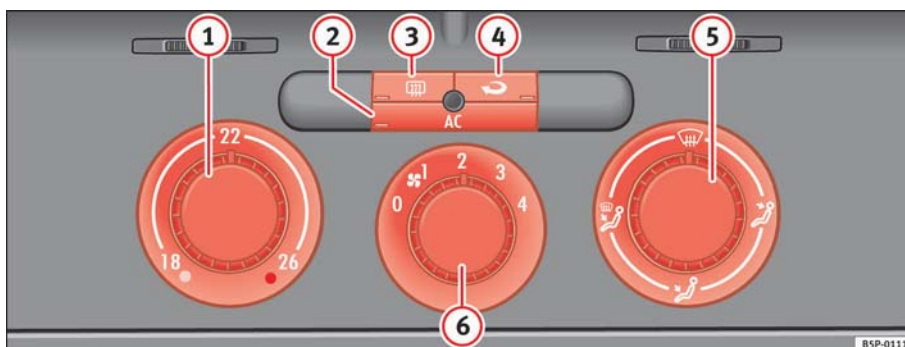

Fig. 114 Mandos del Climatic en el tablero de instrumentos
⇒ fig. 114 ① hacia la derecha hasta alcanzar el grado de calefacción deseado.